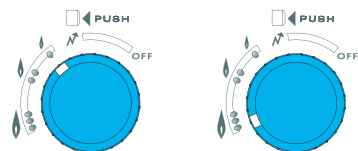

рис. 11
- Данный водонагреватель с автоматической регулировкой мощности оборудован системой позволяющей пользователю установить ограничение максимальной мощности. Для этого установите регулятор (23) в положение между отметками "0" и "N" (рис. 11).